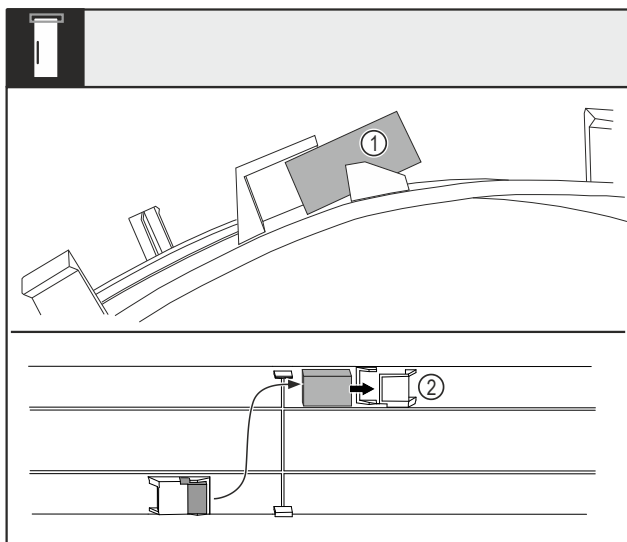

Fig. 15
- Salokiet pārsegu un izvelciet durvju magnētu Fig. 15 (1) no ligzdas.
- Iebīdiet durvju magnētu citā ligzdā Fig. 15 (2).